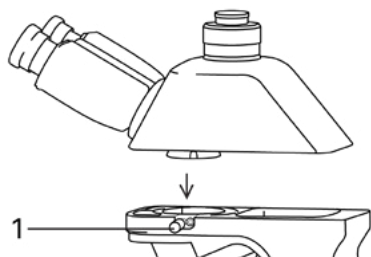

Рис. 6. Фиксация визуальной насадки
4. Вставьте визуальную насадку в держатель штатива микроскопа, как показано на рис. 6, и зафиксируйте винтом **1**.